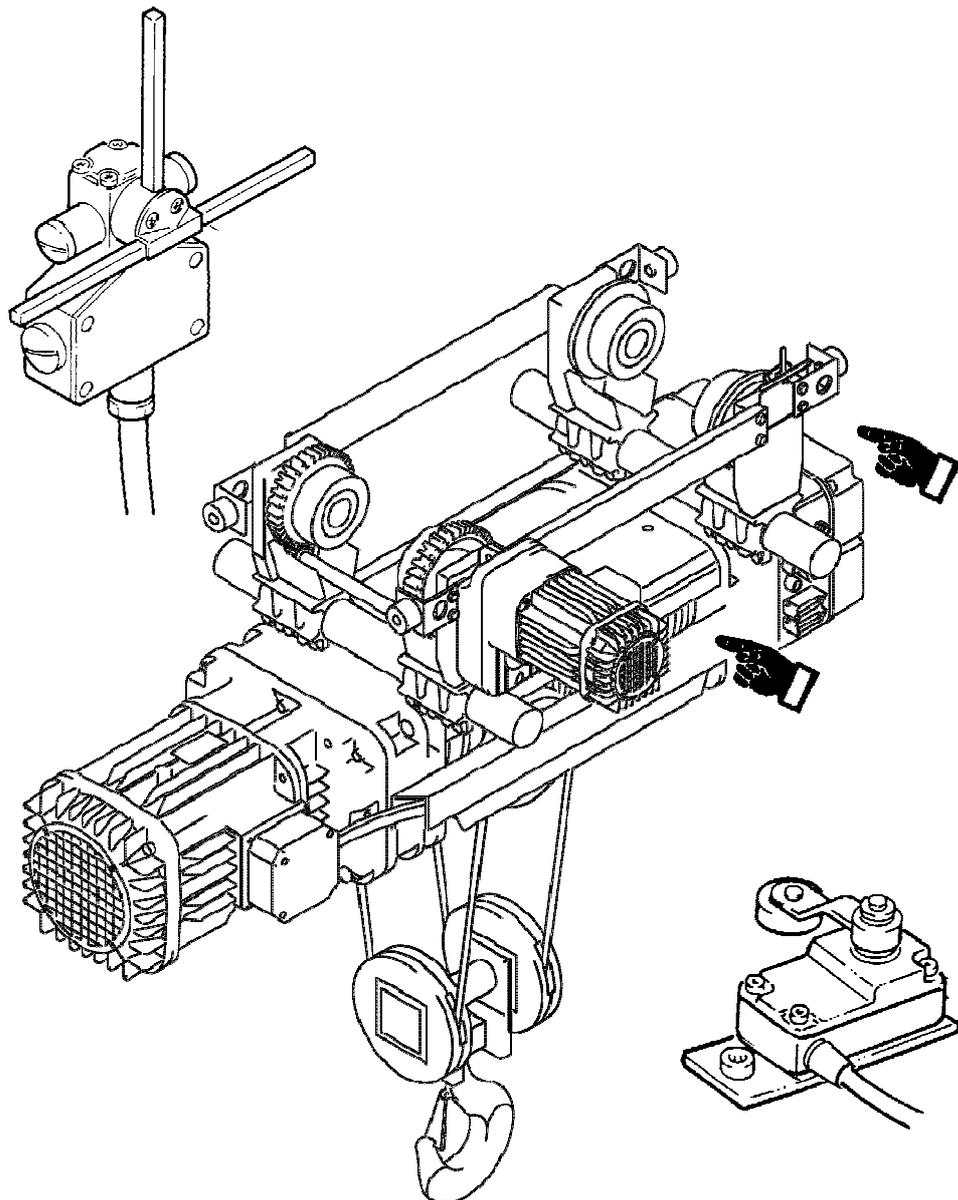

Abb. 144
**Vierteljährliche Überprüfung der Endschalter (E-Zug und Katze) auf ihre Leistungsfähigkeit (Abb. 144)**